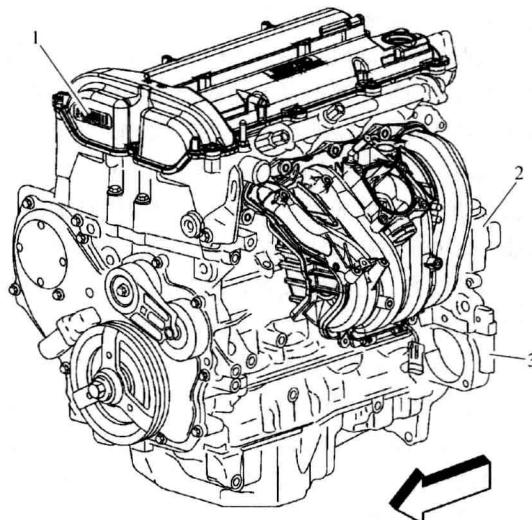

图 2-5 2.0L (LTD) / 2.0T (LDK) /
2) 2.0L (LTD) / 2.0T (LDK) / 2.4L (LE5) 发动机号。如图 2-5 所示, 2.0L (LTD) / 2.4L (LE5) 发动机识别可通过发动机前盖 1 上的“传播码”标签和蚀刻在以下两处位置之一的部分车辆识别号实现。
- ① 主要位置: 起动机法兰 3 上。
- ② 次要位置: 机油滤清器碗 2。